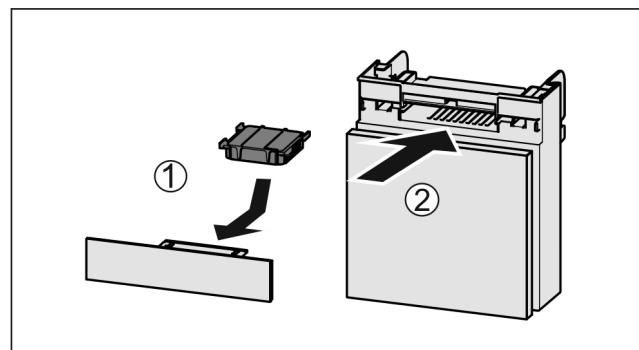

Fig. 115
- Установите фильтр с активированным углем, как показано на рисунке Fig. 115 (1).
- Вставьте отделение Fig. 115 (2).